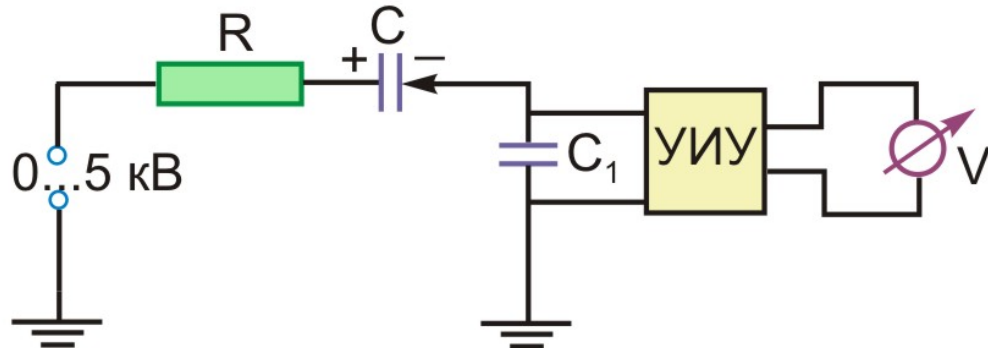

Рис. 4
1. Соберите схему согласно рис. 3 и рис. 4. Одну пластину конденсатора C подсоедините через защитный резистор $R = 10 \text{ МОм}$ к верхнему положительному выходу высоковольтного источника питания. Высоковольтный источник питания и другая пластина конденсатора C заземляется через конденсатор $C_1 = 220 \text{ нФ}$. Установите на универсальном измерительном усилителе высокое выходное сопротивление, коэффициент усиления – "1" и постоянную времени – "0".